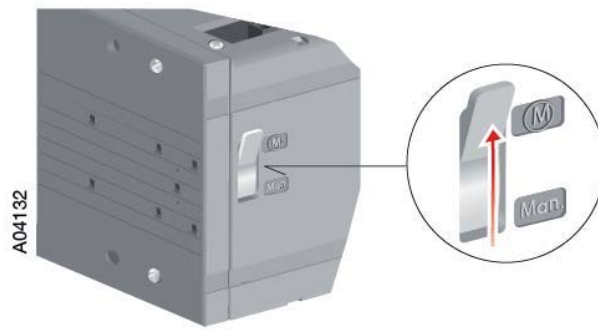

Рисунок 6.2 Переключатель «Мотор/Ручное» в положении «Мотор» (M)
2. Переведите переключатель «Мотор/Ручное» в положение «Мотор» (M) как показано на рис. 6.2.